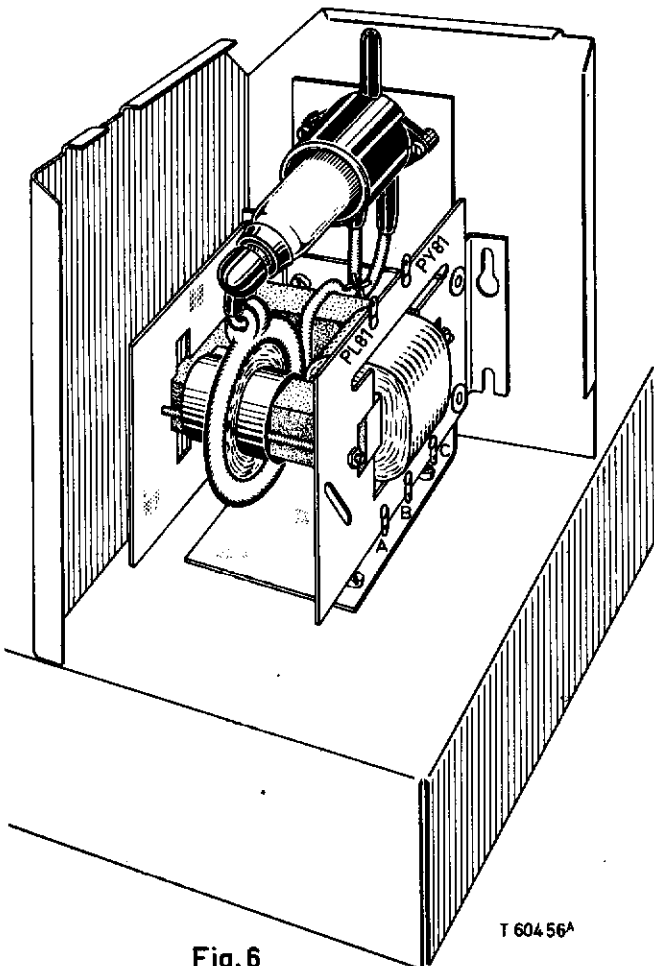

Fig. 6
3. De transformator op de beugel A9 022 14 bevestigen met twee schroeven A9 999 99/4x8 en twee moeren A9 999 93/M4 (zie fig. 6).
2. De gewijzigde transformator zo in de hoogspanningskooi plaatsen dat de rand van de beugel met gleuven tegen de hoek van de kooi aanligt (zie fig. 6).
3. De beugel met 2 schroeven van de vroegere bevestiging op het chassis vastzetten. Gebruik hierbij de bestaande gaten in het chassis (zie fig. 6).